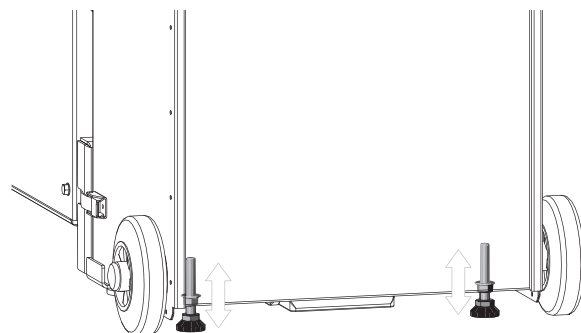

Fig. 232
► Regolare le viti di regolazione sul contenitore cenere e fissarle con il dado – Fig. 232.